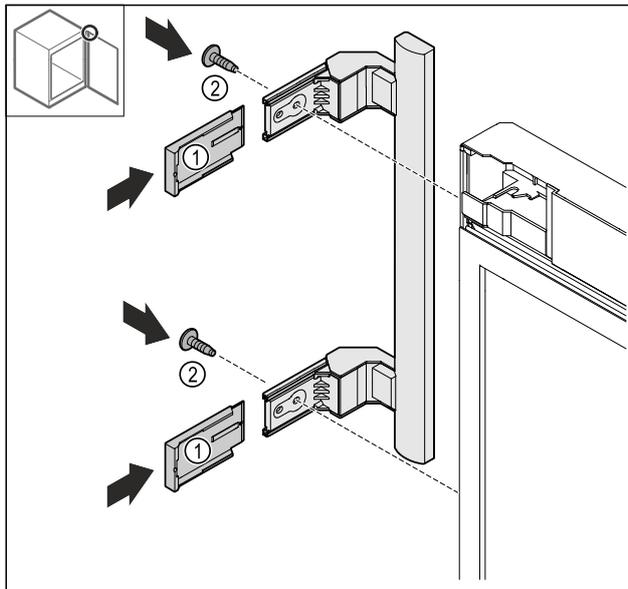

Fig. 26
- ▶ Abdeckungen Fig. 26 (1) aufschieben.